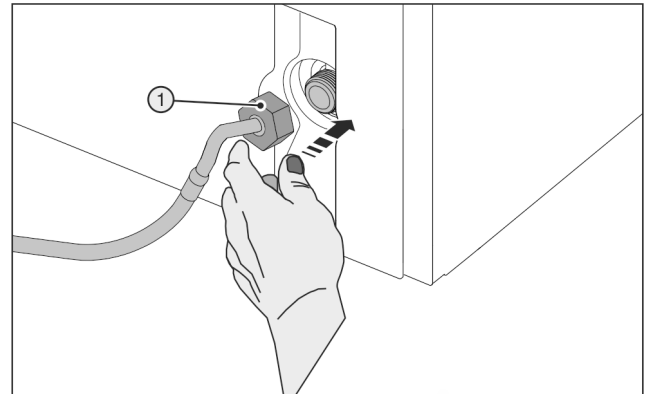

Fig. 29
- ▶ Mutter Fig. 29 (1) vorsichtig ansetzen und gerade auf Gewinde schrauben.
- ▶ Mutter Fig. 29 (1) vorsichtig ansetzen und mit zwei Fingern gerade auf Gewinde schrauben, bis ein sicherer, fester Sitz erreicht ist.
- ▶ Hilfswerkzeug (5) ausschließlich bei Raumtemperatur verwenden.
- ▶ Mutter Fig. 29 (1) mit Hilfswerkzeug (5) im Uhrzeigersinn festziehen bis maximales Drehmoment erreicht ist und Hilfswerkzeug (5) überdreht.